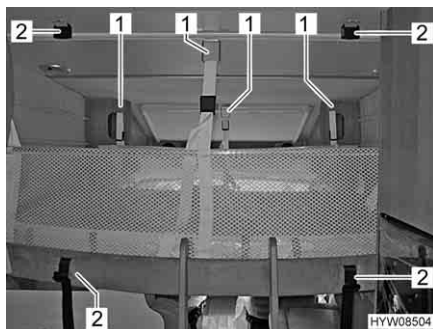

Fig. 62 Rete protettiva (letto basculante)
- Allentare le cinture di ritegno (Fig. 62,2).
- Staccare le cinture di ritegno (Fig. 62,1) e sistemare la rete protettiva sotto il materasso.
- Assicurare il letto basculante al soffitto mediante cinture di ritegno (Fig. 62,2).
- Agganciare le cinture di ritegno (Fig. 62,1) ai ganci del soffitto.